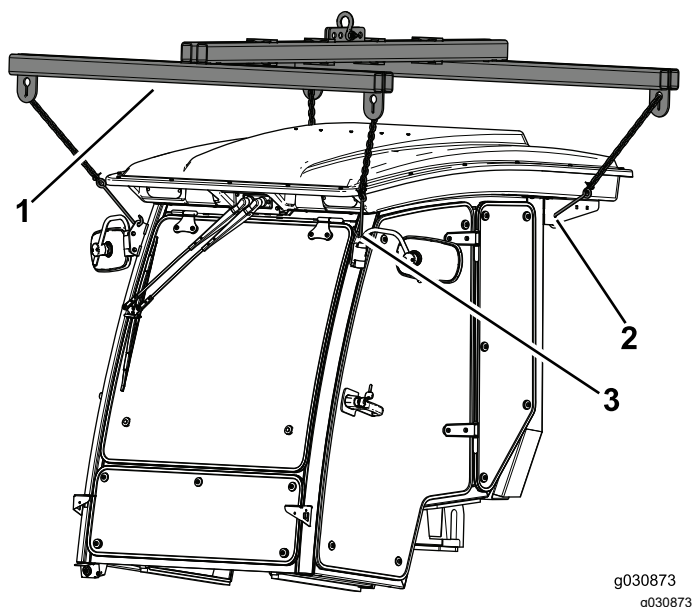

Figura 27
- Utilizzate i 4 punti di sollevamento per sostenere la cabina sopra la macchina (Figura 27).